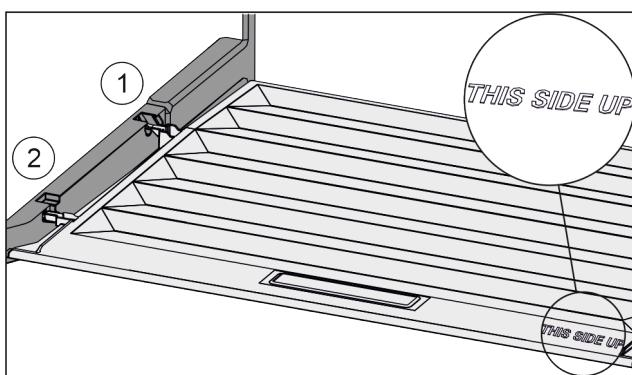

Fig. 162
- Вставити поперечні ребра через отвір заднього тримача Fig. 162 (1) і зафіксувати спереду у тримачі Fig. 162 (2).